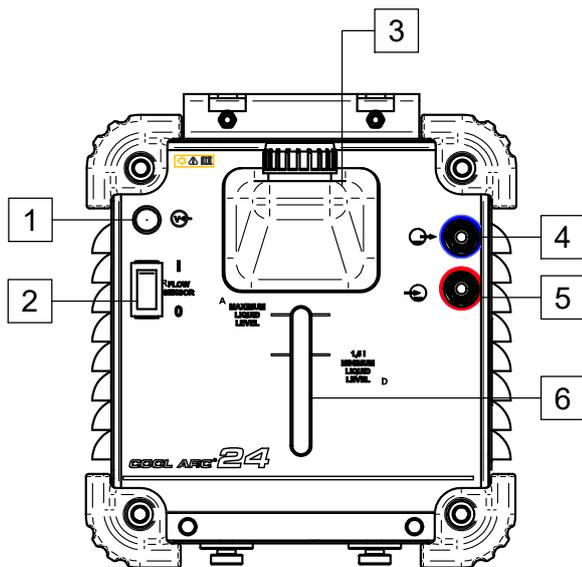

Figura 3
- Conecte las mangueras de agua del refrigerador a los conectores de entrada [5] y salida [4] (Figura 3).